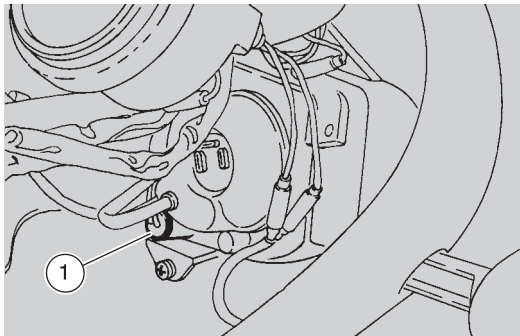

Fig. 58
- enlever la douille en caoutchouc et extraire l'ampoule (1-Fig. 58);